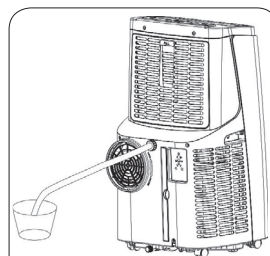

Abb. 9
- lösen Sie die Mutter und entfernen Sie den Stopfen (8)
- schließen Sie das andere Ende des Abflussdräns an das Abflusssystem oder Gefäß an (Abb. 9)